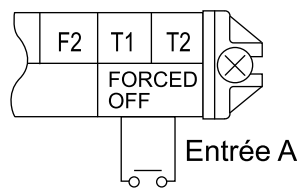

Fig. 32
(1) Spécifications du câblage et procédure de câblage (reportez-vous à la fig. 32)